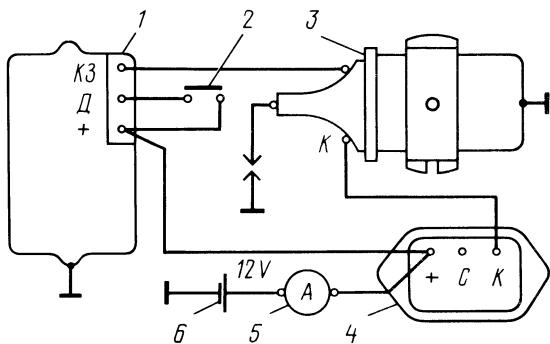

Рис. 224. Схема проверки коммутатора:
**Проверка транзисторного коммутатора, снятого с автомобиля.** Собрать схему, показанную на рис. 224. Наконечник провода высокого напряжения от катушки зажигания установить от корпуса катушки на расстоянии 6–7 мм. Включить выключатель 2, при этом указатель тока 5 должен показывать величину потребляемого тока порядка 6–7 А, а при выключении ток должен снижаться до 0. В момент включения выключателя 2 между наконечником провода высокого напряжения и корпусом должна проскачивать искра, возможно постоянное искрообразование. Это указывает на исправность коммутатора.